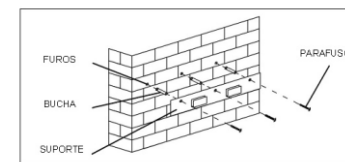

Fig.4
- Fure as posições marcadas e fixe o suporte tipo gancho usando as buchas e parafusos que acompanham o produto (Fig.4);